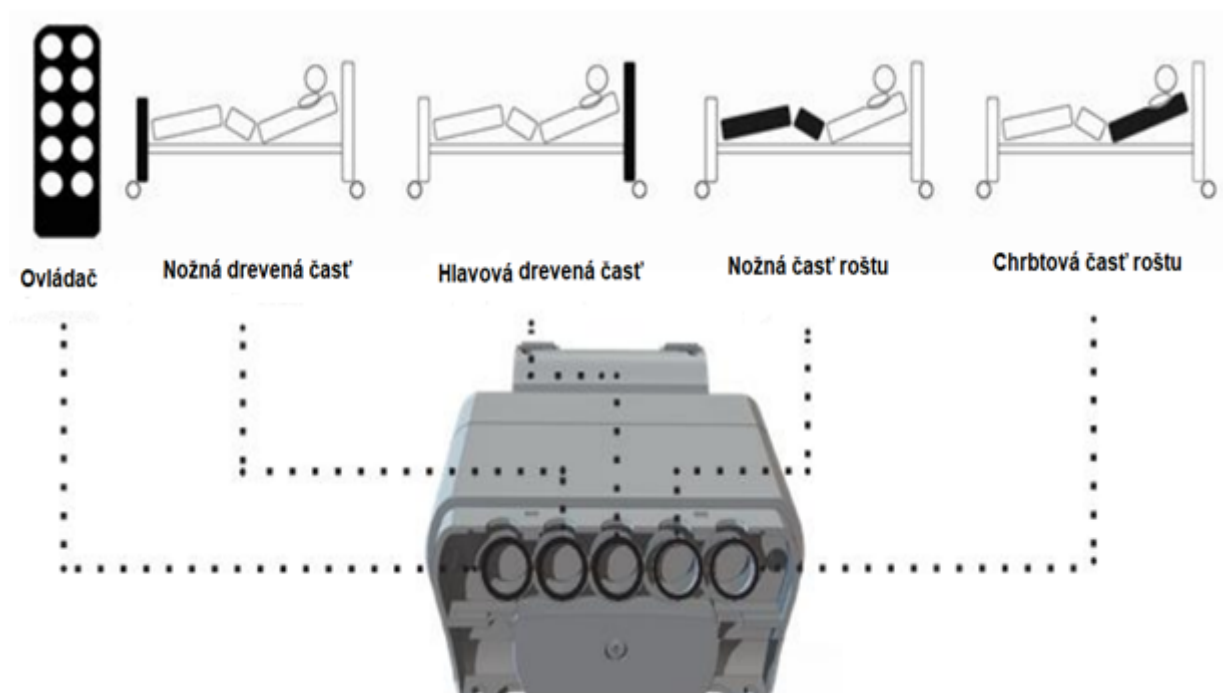

Fig. 8
- Așezați suporturile pe ambele părți ale șipcilor și apoi fixați-le în găurile corespunzătoare de pe structură. Fig. 8